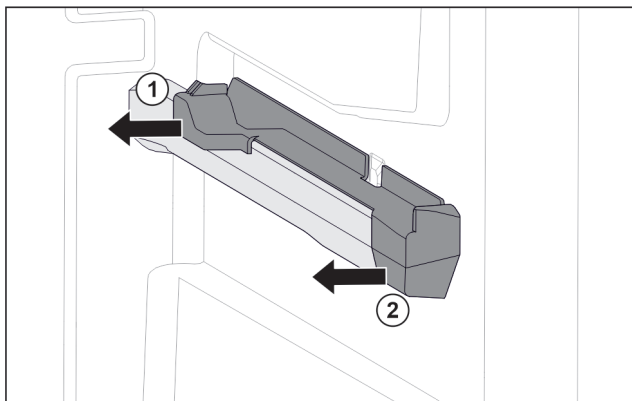

Fig. 82 Nasazovací díl na pravém žebrování na nádoby
- ▶ Uchopte nasazovací díl dole vzadu. Fig. 82 (1)
- ▶ Stáhněte nasazovací díl vzadu na stranu. Fig. 82 (1)
- ▶ Stáhněte nasazovací díl vpředu na stranu. Fig. 82 (2)